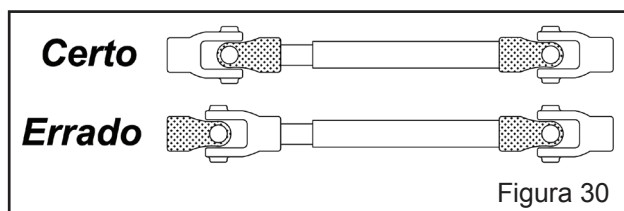

Figura 30
- g) Volte a acoplar o cardan no trator e implemento, lembrando que a parte fêmea (tubular) deve ser acoplada no trator e a parte macho (maciça) no implemento. Importante: os garfos internos e externos devem ficar alinhados no mesmo plano, caso contrário o cardan estará sujeito a vibrações, provocando o desgaste prematuro das cruzetas. (Figura 30).